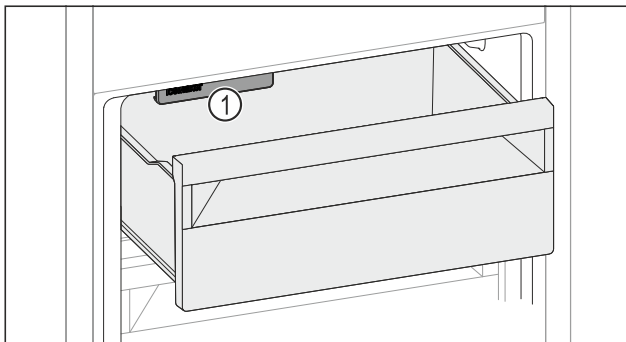

Fig. 126
- ▶ Tenez compte de l'IceMaker Fig. 126 (1).